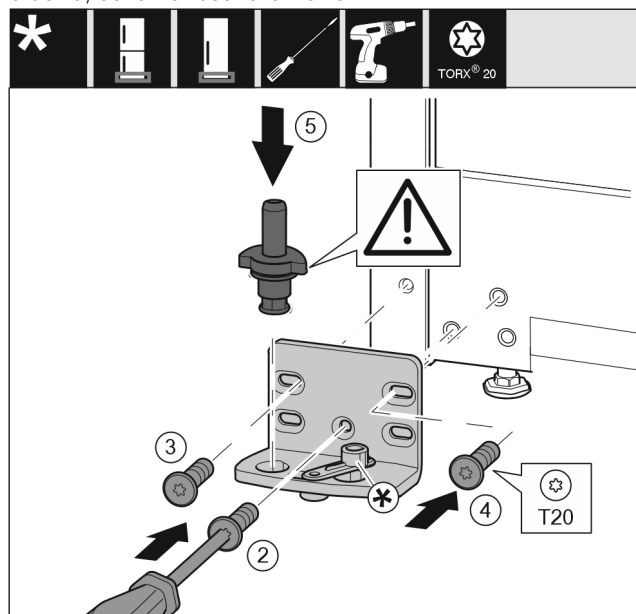

Fig. 15
- Helyezze fel a csapágybakot a másik oldalra, és csavarozza fel csavarhúzóval. Kezdje alul, a középső csavarral Fig. 15 (2).
- Húzza meg a csavart Fig. 15 (3) és a csavart Fig. 15 (4).
- Helyezze be teljesen a csapszeget Fig. 15 (5). Ügyeljen közben arra, hogy a reteszelő bütyök hátrafelé mutasson.